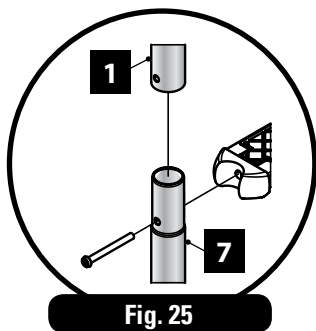

Fig. 25
- Assemble the upper handrail (1) and lower (7) introducing one into the other (figure 25). Fix the steps (6) into the handrails using the bolts (8), the washers (4) and the nuts (9).
- Position plugs (10) into the handrails to avoid the stepladder damaging the wall of the pool.
- When you have assembled the stepladder, place it on the edge with the handrail support (5) as a template.
- Inserte los embellecedores (2).
- Assembler la rampe supérieure (1) et inférieure (7) en les introduisant l'une dans l'autre (figure 25). Fixer les marches (6) aux rampes à l'aide des boulons (8), des rondelles (4) et des écrous (9).
- Positionner les tampons (10) sur les rampes pour éviter que l'échelle puisse abîmer la paroi de la piscine.
- Une fois l'échelle assemblée, positionner celle-ci sur la margelle en utilisant le support de rampe (5) comme gabarit.
- Insérer les enjoliveurs (2).
- Montieren Sie das obere Geländer (1) und das untere (7), indem sie eines in das andere stecken (Abb. 25). Befestigen Sie die Tritte (6) in den Geländern mit Hilfe der Bolzen (8), der Unterlegscheiben (4) und den Schrauben (9).
- Stecken Sie die Stöpsel (10) auf die Geländer, um zu vermeiden, dass die Treppe die Wand des Pools beschädigt.
- Nach dem Zusammenbau der Treppe befestigen Sie sie am Rand mit der Unterstüzung des Geländers (5) als Muster.
- Inserire le coperture (2).
- Monteer de bovenste trapleuning (1) en de onderste (7) door het ene deel in het andere te steken (afbeelding 25). Steek de sporten (6) in de trapleuningen met behulp van de bouten (8), de ringen (4) en de moeren (9).
- Plaats de doppen (10) op de leuningen om te voorkomen dat de trap de wand van het zwembad beschadigt.
- Wanneer de trap is gemonteerd, plaats haar aan de rand met de trapleuningsteun (5) volgens patroon.